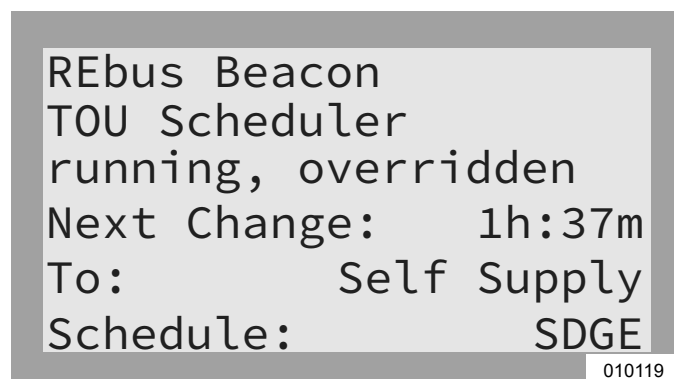

Figure 6-27. Priorité manuelle sur l'horaire TOU
- Voir Figure 6-27. Running, Overridden (En cours d'exécution, priorité manuelle) s'affiche dans la page du dispositif Beacon.